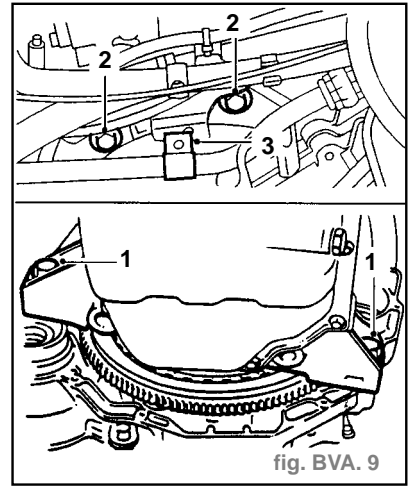

fig. BVA. 9
- Enlever les 2 boulons inférieurs maintenant la boîte de vitesses sur le moteur (1) (fig. BVA. 9).
- Enlever les 2 boulons supérieurs maintenant la boîte de vitesses sur le moteur (2).
- Modèles avec climatisation d'air : récupérer le support de fixation (3).